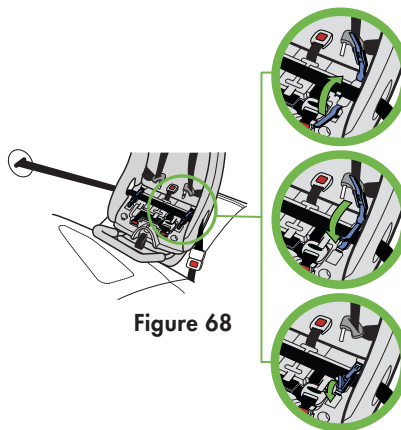

Figure 68
- En tenant fermement la ceinture du véhicule, verrouillez les deux dispositifs de blocage, tel qu'illustré dans la **Figure 68**.